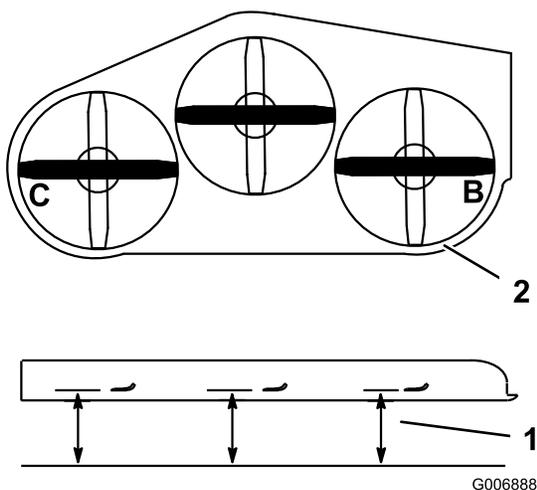

Figura 80
1. Posizionate la lama **destra** fianco a fianco (Figura 80).
2. Misurate la lama destra al punto **B** da una superficie piana fino al tagliente della punta della lama (Figura 80).
4. Posizionate la lama sinistra fianco a fianco (Figura 80).
5. Misurate la lama sinistra al punto **C** (Figura 80) da una superficie piana fino al tagliente della punta della lama.